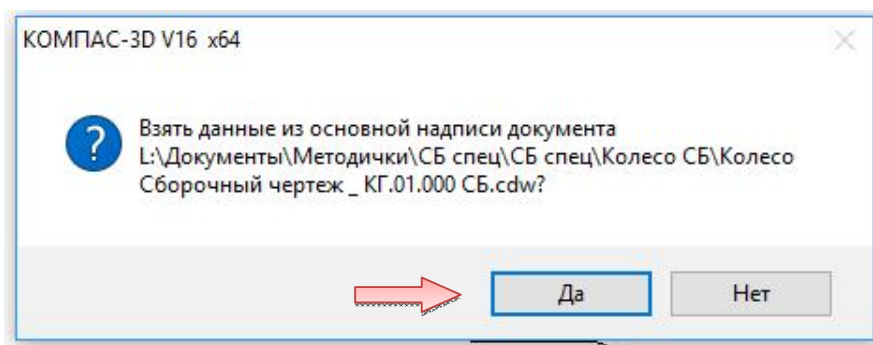

Рис. 4.78. Окно подтверждения переноса данных
- В открывшемся окне укажите путь к чертежу сборочной единицы «Колесо»: «Колесо СБ\Колесо Сборочный чертеж _ КГ.01.000 СБ», на запрос о переносе данных из основной надписи документа нажмите «Да» (рис. 4.78).